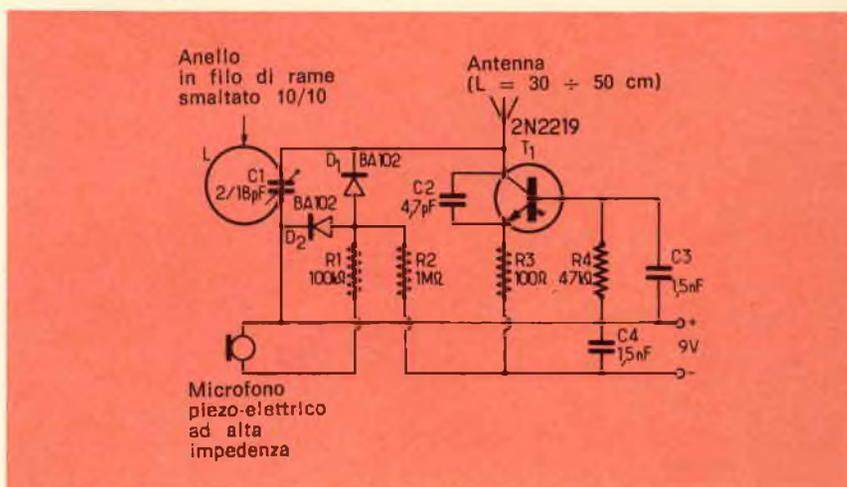

Fig. 1 - Schema elettrico del micro-trasmettitore FM; si noti la semplicità dell'intero circuito ed il limitato numero di componenti impiegati.
**I**l montaggio descritto in questo articolo è stato progettato col duplice intento di realizzare un apparecchio di facile montaggio e di semplice messa a punto. La fig. 1 mostra lo schema base del micro-trasmettitore funzionante nella gamma di frequenza compresa fra 88 e 108 MHz.